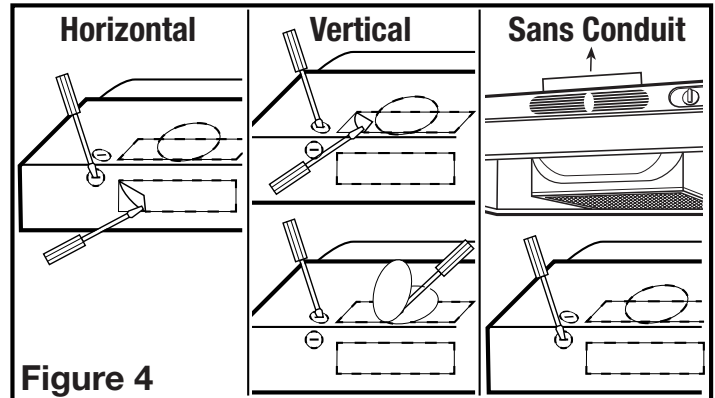

Figure 4
- Horizontal ou Vertical** - Enlever l'alvéole défonçable en insérant un tournevis sous le contour et casser les attaches qui le retiennent en place. Peler avec des pinces (**Figure 4**).
- Sans Conduit** - soulever et retirer les inserts de ventilation de la hotte situés derrière la grille, exposant les fentes à air avant. Ne pas utiliser de tournevis ou tout autre objet qui pourrait égratigner la hotte (**Figure 4**).
- Rond de 17,78 cm (7 po)** - enlever l'alvéole défonçable située sur le dessus de la hotte en insérant un tournevis sous le rebord et briser les attaches qui la maintiennent en place. Peler avec des pinces (**Figure 4**).
- Déterminer où le service électrique entrera dans la hotte et enlever les alvéoles défonçables électriques appropriées en insérant un tournevis dans la fente et en en repliant vers l'avant et l'arrière jusqu'à ce que les alvéoles deviennent lâches (**Figure 4**).